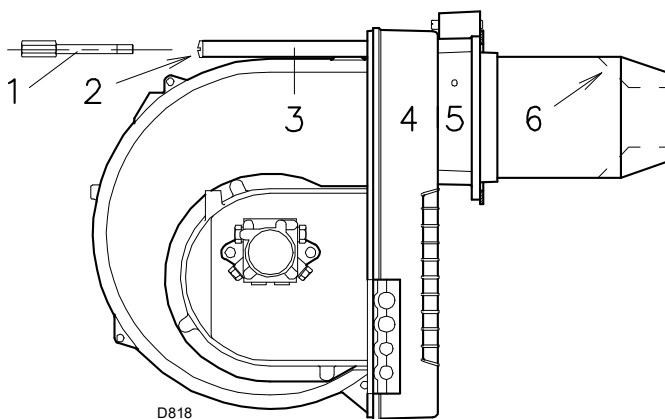

Fig. 13
- În cele din urmă, reasamblați arzătorul 4)(Fig. 13) pe ghidajele 3) și glisați-l până la flanșa 5), menținându-l ușor ridicat pentru a împiedica ansamblul stabilizatorului de flacără să intre în contrast cu aripioarele de ghidare 6) ale piesei bucale.
- Înșurubați șuruburile 2)(Fig. 13) pe ghidajele 3) și șurubul 1) care fixează arzătorul pe flanșă.